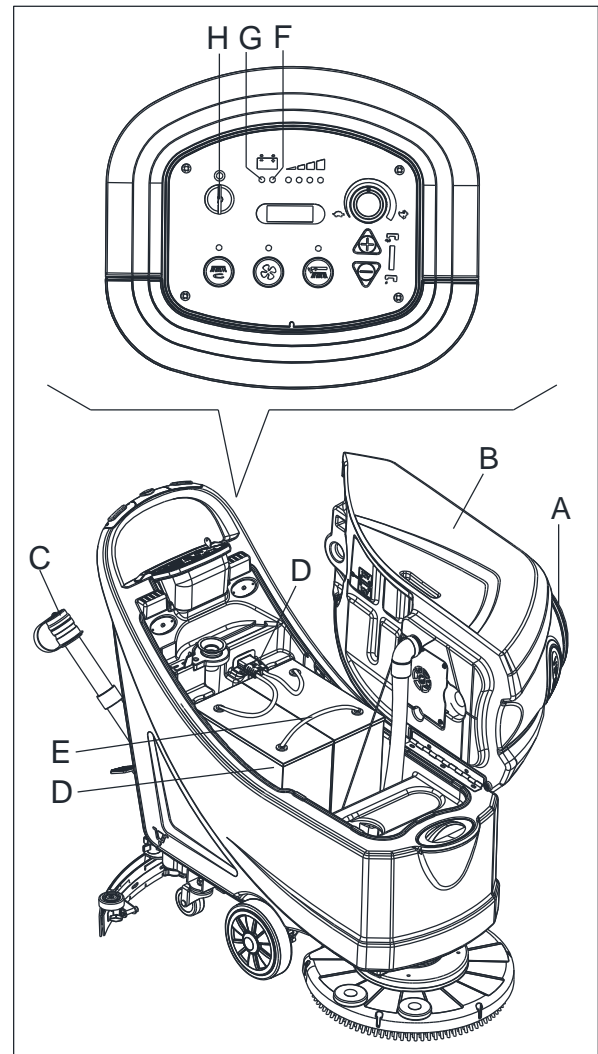
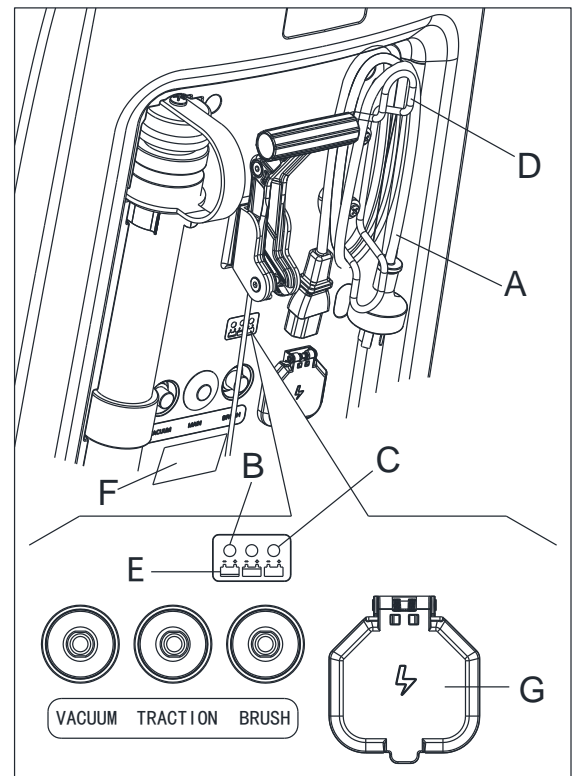

Figure 14
Figure 15
Charger les batteries lorsque le témoin lumineux LED jaune (F, Figure 14) ou rouge (G) s'allume, ou lorsque le nettoyage est terminé
1. Ouvrir le couvercle (A, Figure 14) et vérifier si le réservoir d'eau de récupération (B) est bien vide; sinon, le vider par le tuyau de vidange (C).
3. Tourner la clé de contact (H) sur "0".
4. Soulever délicatement le réservoir (B).
- Vérifier le niveau d'électrolyte dans les piles (D); si nécessaire, en rajouter à travers les bouchons (E).
- Laisser tous les bouchons de la batterie (E) ouverts pour le chargement suivant.
- Si nécessaire, nettoyer la surface supérieure des batteries (D).
7. Brancher le câble du chargeur de batterie (A, Figure 15) au réseau électrique (G) (la tension du réseau électrique et la fréquence doivent être compatibles avec les valeurs du chargeur de batterie figurant sur la plaque signalétique portant le numéro de série de la machine (F)). Lorsque le chargeur de batterie est connecté au réseau électrique, toutes les fonctions de la machine sont automatiquement coupées. Si le témoin lumineux rouge (B) sur le panneau de commande du chargeur de batterie reste allumé, le chargeur de batterie est en train de charger les batteries.
8. Lorsque le témoin lumineux vert (C) s'allume, la charge de la batterie est achevée.
9. Lorsque la charge de la batterie est achevée, débrancher le câble du chargeur de batterie (A) du réseau électrique (G) et l'enrouler autour de son support (D).
Pour plus d'informations sur le fonctionnement du chargeur de batterie (E, Figure 15), voir le Manuel.